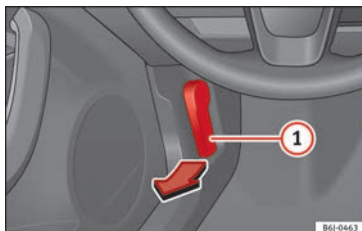

Fig. 8 Vedasi ubicazione nella Fig. 3
- Apertura del cofano del vano motore: tirare la leva posta al di sotto del cruscotto » **fig. 8 1**.